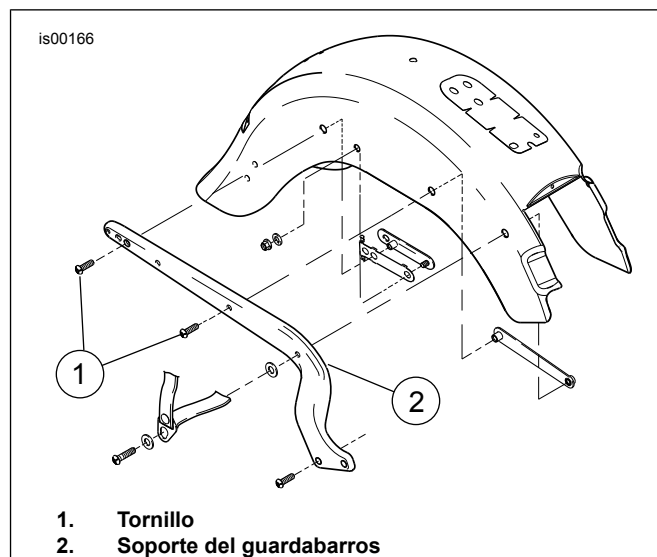
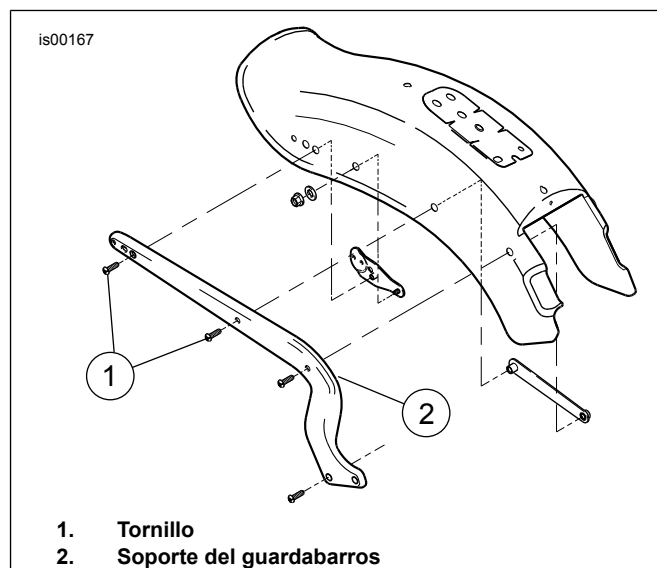

Figura 3. Elementos de sujeción del soporte del guardabarros (se muestra el FLSTF de 2006)
Figura 4. Elementos de sujeción del soporte del guardabarros (se muestran FXST/S/B de 2006)
1. Vea la Figura 3 y la Figura 4. Quite y deseche los tornillos de fábrica (1) del soporte del guardabarros (2).